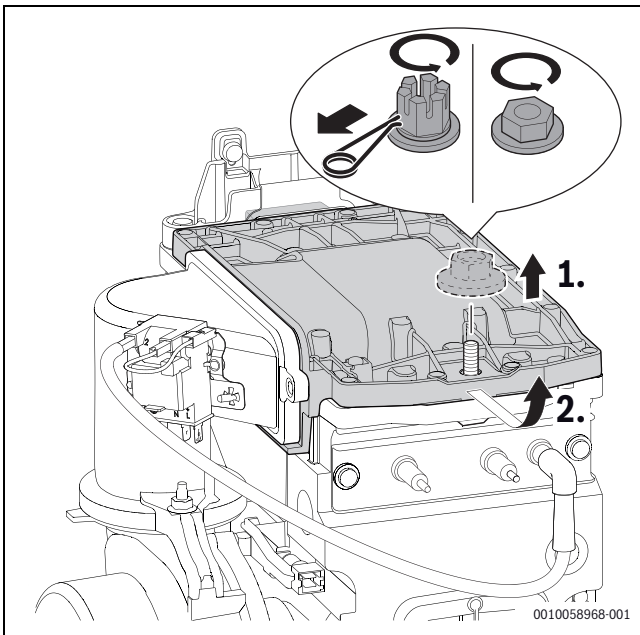

Bild 84 Brennerdeckel ausbauen
- Schraube [1] (Bild 84) an der Mischeinrichtung mit 5,5+0,5 Nm festziehen.